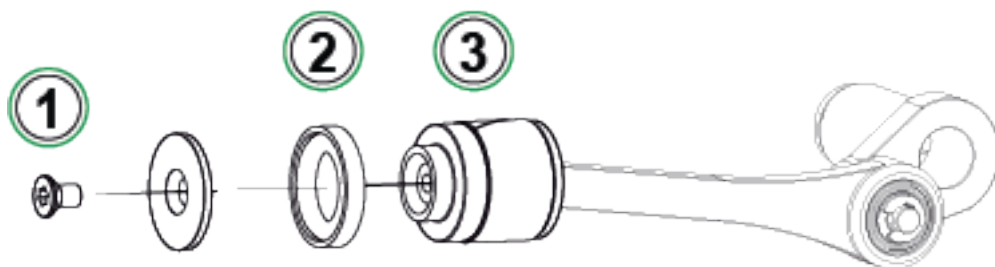

图 56: 第 4 步
5. 拧下螺丝后，提起气缸导向套和气缸 (1)。提起气缸之前，将其稍微向后推并稍微向右转动，以便容易提起。注意不要向下滑落气缸，以免活塞环从气缸顶部暴露。如果发生这种情况，您首先必须拆下活塞环 (图 56: 第 4 步)，然后拆下气缸，将活塞放回气缸中。
8. 取一个新的 O 形圈和一个新的活塞环（参见图 56: 第 4 步中的零件 (2)）。将它们滑入到位，用活塞顶部和新的 M3x6 螺丝拧紧。